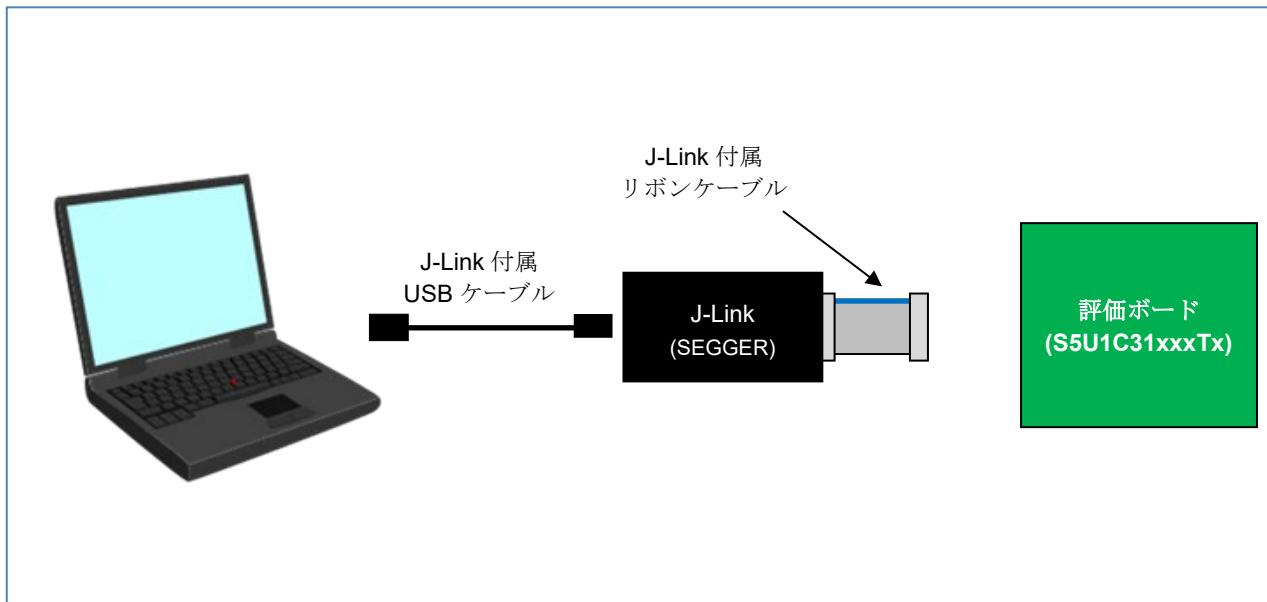

図 3.3.2.1 J-Link を使用する場合のハードウェアの接続例^{*1}
*1: 図 3.3.2.1 は、評価ボード (S5U1C31xxxTx) をデバッグプローブ (J-Link) から供給される 5V 電源で動作させた場合の例です。